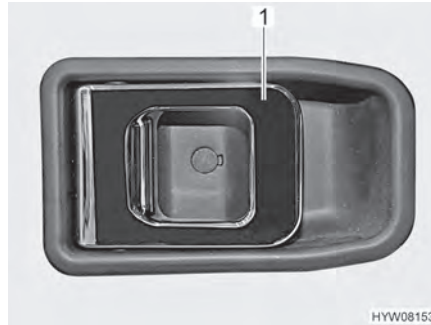

Fig. 34 Cerradura de la puerta (puerta del conductor en el interior)
- Abrir:* ■ Tirar del tirador (Fig. 34,1). Se desbloqueará o bien abrirá la cerradura de la puerta.
- Bloquear:* ■ Presionar el tirador (Fig. 34,1). Se bloqueará la cerradura de la puerta.